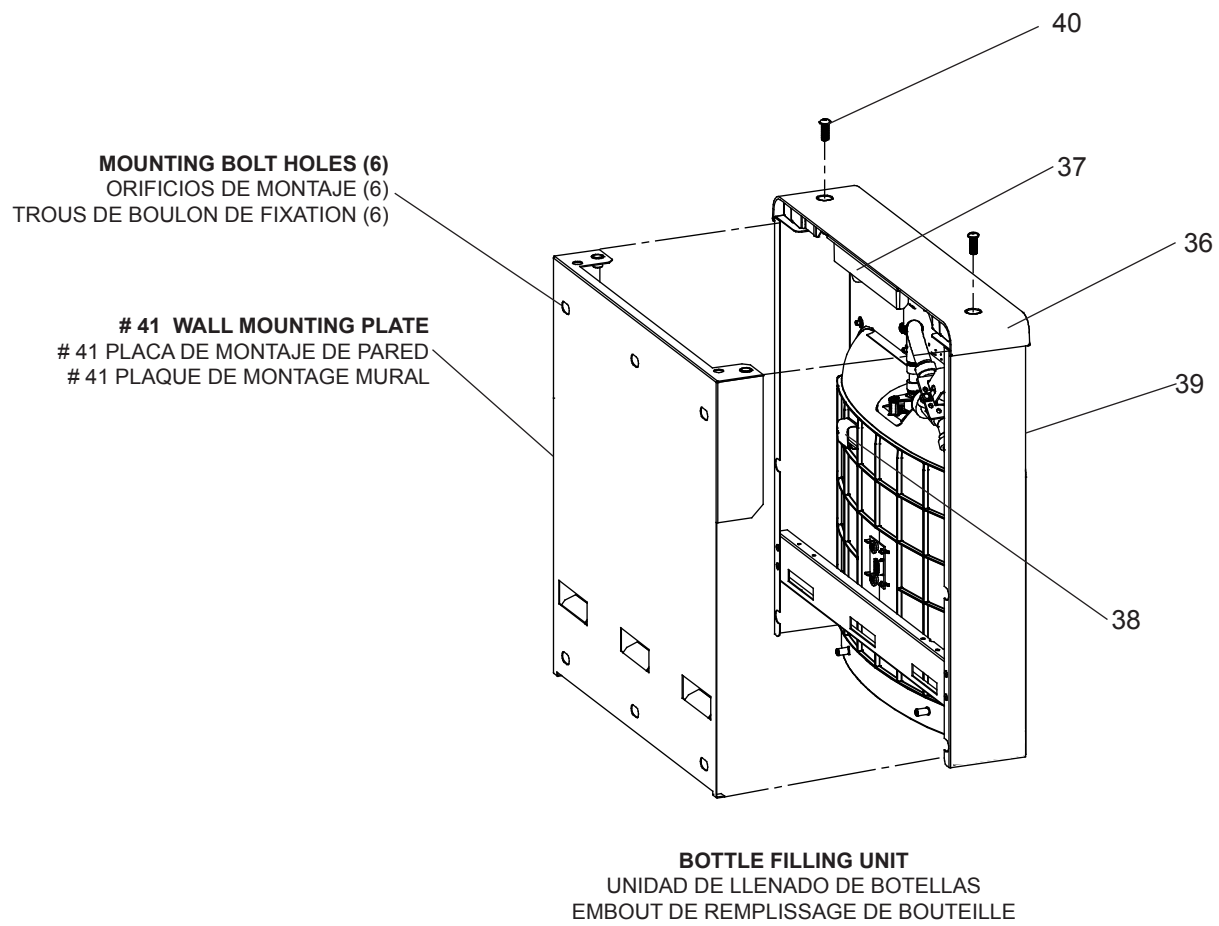
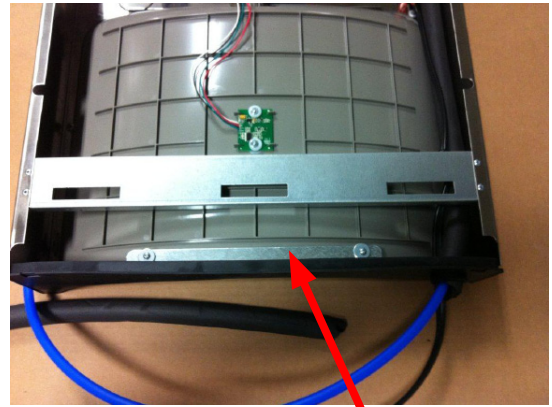

Fig. 4
Fig. 6
- 1) Remove two (2) mounting screws with 5/32" Allen wrench holding top cover to Bottle Filler (See Fig.4, Pg. 9). Remove top cover. Note do not discard mounting screws, they will be needed to reinstall top cover.
- 4) Install wall mounting plate to wall using six (6) 7/16" obround mounting holes (mounting bolts not included) (See Fig.4, Pg. 9). Use appropriate fasteners for your wall type.
- 7) Feed power cord & 3/8" water line through hole in tower/basin gasket (See Fig 6, Pg. 7).
- 10) With the power cord, wire(s), and waterline through hole on top of water cooler place Bottle Filler on the three (3) angled tabs protruding from the wall mounting plate, installed on wall. Make sure round boss in gasket fits in hole of basin. (See Fig. 6, Pg. 7).
- 11) Once Bottle Filler is installed on wall plate tabs, water line, wire(s) and power cord are installed properly, push top of Bottle Filler toward wall and line up top cover two (2) holes.
- 12) Reinstall Top Cover on Bottle Filler (See Fig. 4, Pg. 7) with two mounting screws from step 1 above. Caution, do not over tighten screws.
- 10) Con el cable de alimentación, cable (s), y la línea de flotación a través del agujero en la parte superior de la botella de agua más fría lugar de relleno en los tres (3) pestañas inclinadas que sobresalen de la placa de montaje en la pared, instalada en la pared. Asegúrese de que el jefe ronda en junta encaja en el agujero de la cuenca. (Ver Fig. 6, pág 7).
- 11) Una vez Botella de relleno está instalado en orejas de la placa de la pared, la línea de agua, cable (s) y el cable de alimentación se ha instalado correctamente, empuje la parte superior de la botella de relleno hacia muro y la línea de cubierta superior y dos (2) agujeros.
- 12) Vuelva a instalar la cubierta superior de la botella de relleno (Ver Fig. 4, pág 9) con dos tornillos de montaje desde el paso 1 anterior. Precaución, no apretar demasiado los tornillos.
- 1) Retirez les deux vis (2) de montage avec 5/32 "clé Allen tenant capot supérieur pour bouteille de remplissage (voir figure 4, Pg 9). Retirez le couvercle supérieur. Remarque Ne jetez pas les vis de montage, ils seront nécessaires pour réinstaller le capot supérieur
- 4) Installer la plaque de montage de mur à mur à l'aide de six (6) 7/16 "oblong trous de fixation (vis de fixation non inclus) (Voir la figure 4, pg. 9). Utiliser des attaches appropriées à votre type de mur.
- 7) Nourrir le cordon d'alimentation et 3/8 "ligne d'eau à travers le trou dans la tour / bassin joint (voir figure 6, pg. 7).
- 10) Avec le cordon d'alimentation, le câble (s), et la ligne de flottaison à travers le trou sur le dessus de l'eau plus froide lieu bouteille de remplissage sur les trois (3) pattes coudées dépassant de la plaque de montage mural, installé sur le mur. Assurez-vous que patron de ronde en joint inscrit dans le trou de bassin. (Voir fig. 6, pg. 7).
- 11) Une fois Bouteille de remplissage est installé sur les onglets de la plaque murale, ligne d'eau, fil (s) et le cordon d'alimentation sont installés correctement, appuyez dessus de bouteille de remplissage vers mur et aligner rembourrage deux (2) trous.
- 12) Réinstaller le couvercle sur bouteille de remplissage (fig. 4, pg. 9) avec deux vis de fixation de l'étape 1 ci-dessus. Attention, ne pas trop serrer les vis